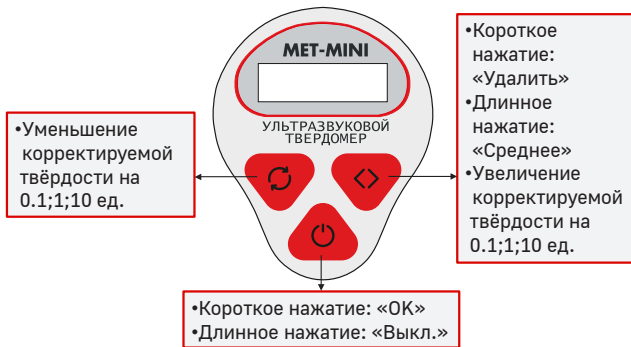

Рис. 2. Функциональное назначение кнопок в режиме измерения (А) и в режиме калибровки (Б)
4.3. Клавиатура состоит из трёх кнопок управления (рис. 2).